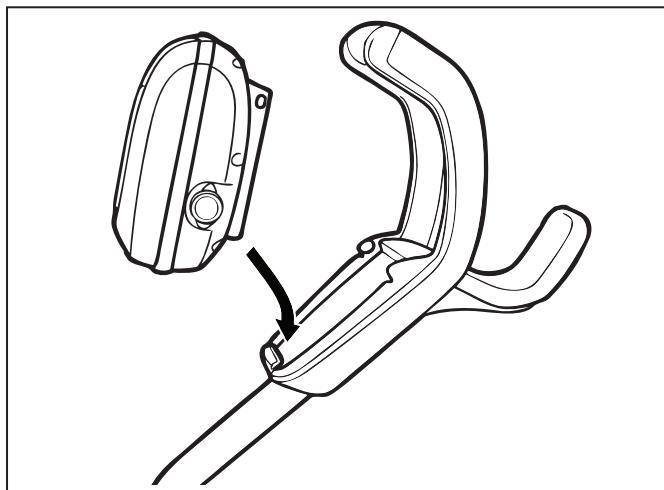

Figura 8. Alinee la unidad de control con el gancho del carro
1. Alinee la parte inferior de la unidad de control con la muesca en la parte inferior del soporte de la unidad de control en el carro (Figura 8).